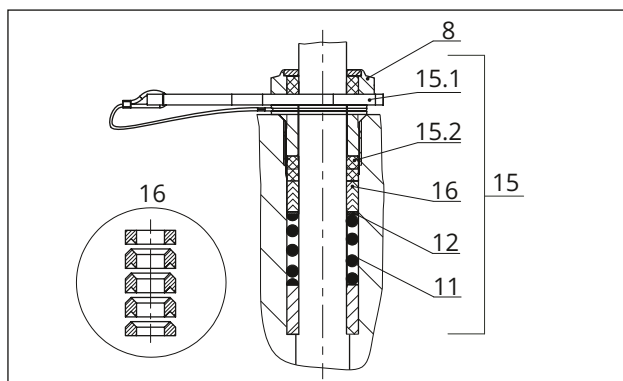

Fig. 16 : Montage de la garniture ADSEAL
4. Insérer le disque d'écartement rouge (15.1) entre le fouloir (8) et la bague de retenue, cf. Fig. 16.